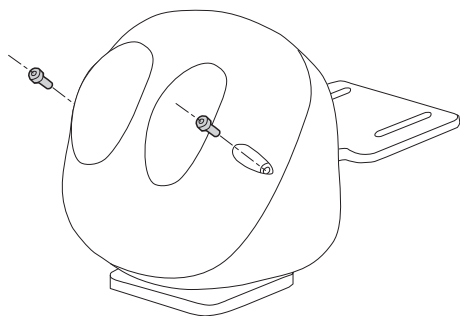

Abb. 1
Die Schrauben ausdrehen und die Verkleidung anhaben (Abb. 1, Seite 5).
Den Schwenk-Neige-Kopf schließen. Die Schrauben mit einem Drehmoment von 1.2Nm festziehen (Abb. 1, Seite 5).
2. Die Schrauben ausdrehen und die Verkleidung anhaben (Abb. 1, Seite 5).
10. Den Schwenk-Neige-Kopf schließen. Die Schrauben mit einem Drehmoment von  $1.2\text{Nm}$  festziehen (Abb. 1, Seite 5).